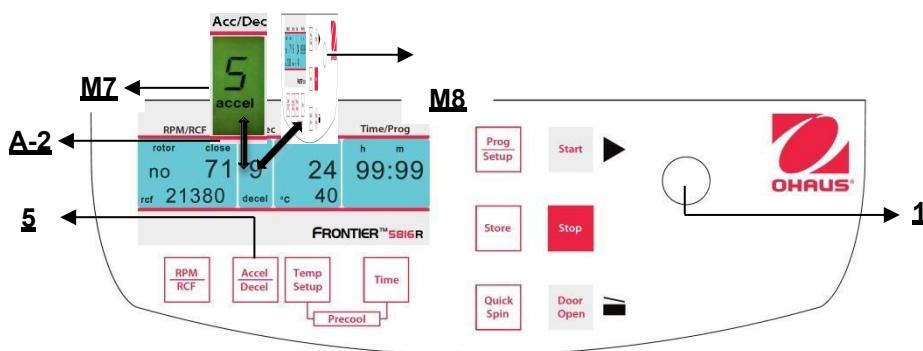

Abbildung. 21
Diese Funktion wird durch die Taste "**Accel/Decel**" (5) aktiviert (siehe Abbildung 21).